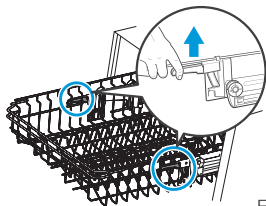

Fig. 2
2. Para abaixar o cesto superior, basta levantar as alavancas (Fig. 2). Este processo deve ser realizado cuidadosamente.